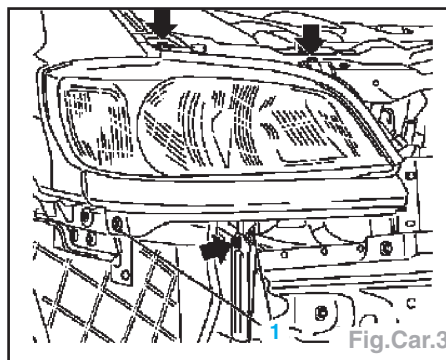

Fig.Car.3
- Déposer (Fig.Car.3) :
- la garniture de phare (1) tenue par 3 vis,